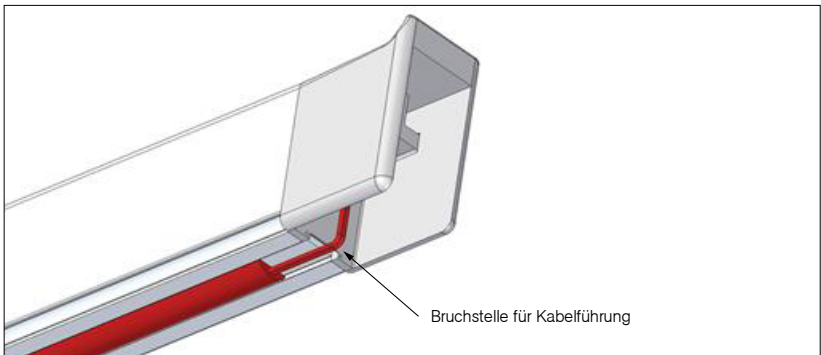

Abb. 48
- » Bruchstelle in der Endkappe für die Kabeldurchführung ausbrechen (Abb. 48)
Das Band nur an den markierten Bruchstellen kürzen (Abb. 48)!